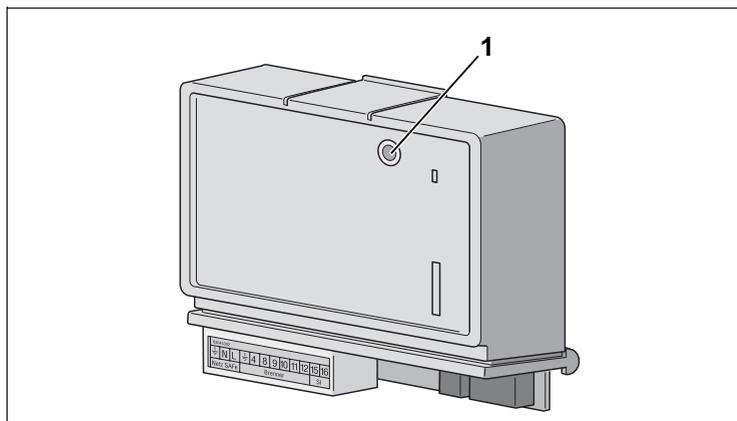

fig. 1 Módulo do queimador externo BRM10
- Indicação do estado operacional do módulo do queimador externo BRM10 através de um LED (fig. 1, **item 1**, página 8)